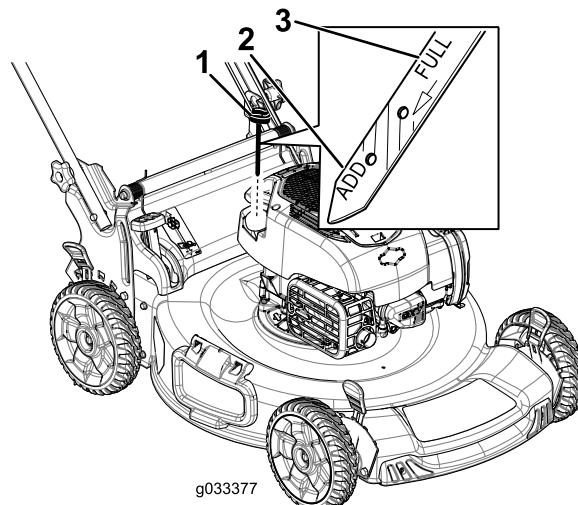

Figura 33
- Retire la varilla girando el tapón en el sentido contrario a las agujas del reloj y tirando del mismo (Figura 33).
10. Observe en la varilla el nivel de aceite (Figura 33).